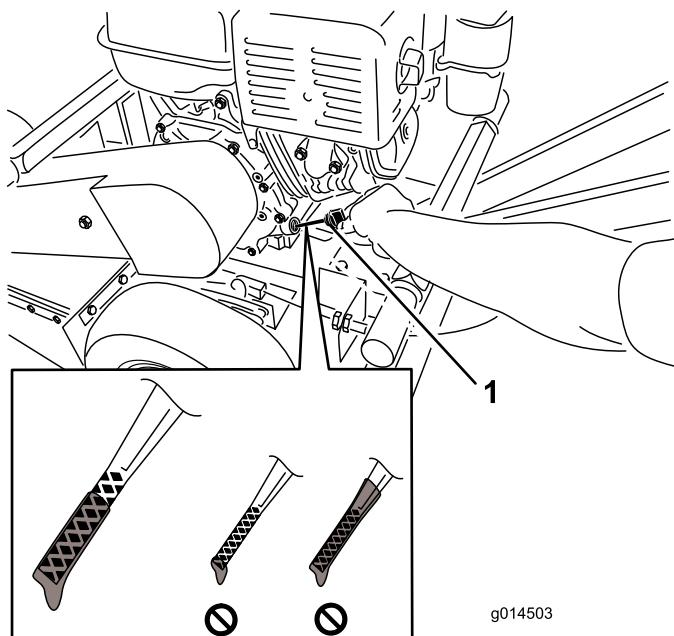

Figura 10
6. Retire la varilla y observe el extremo. El aceite debe llegar al límite superior (Figura 10).